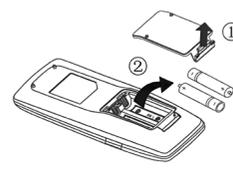

Рисунок 1
1. Поднимите крышку в направлении стрелки (см. рис. 1).
2. Замените оригинальные батарейки (см. рис. 1).